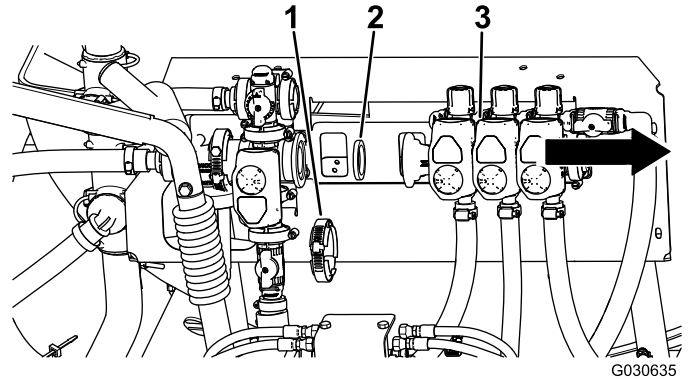

Figura 5
4. Allontanate con cautela il gruppo valvole della barra dalla valvola KZ (Figura 5).
5. Rimuovete la guarnizione esistente nel corpo della valvola (Figura 5).